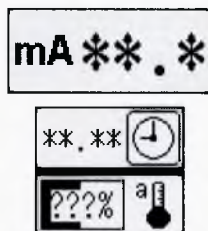

Рисунок 88
9.5.2.5.8 Во время выпуска рентгеновского излучения на панели управления штатива отображаются (см. рисунок 88):